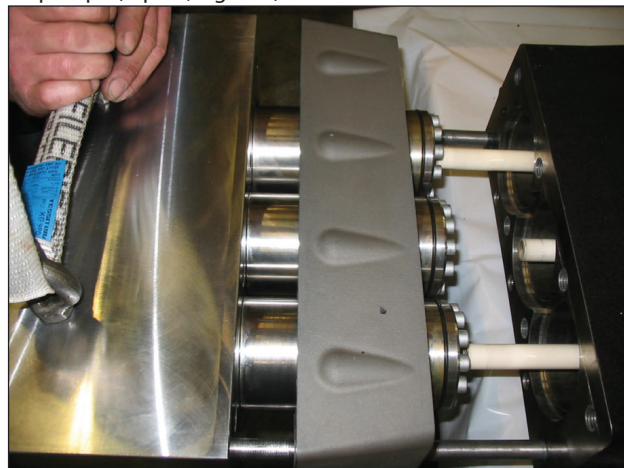

Fig. 109
Désassembler la culasse et l'entretoise des chemises du carter de pompe (rep. ①, Fig. 109).